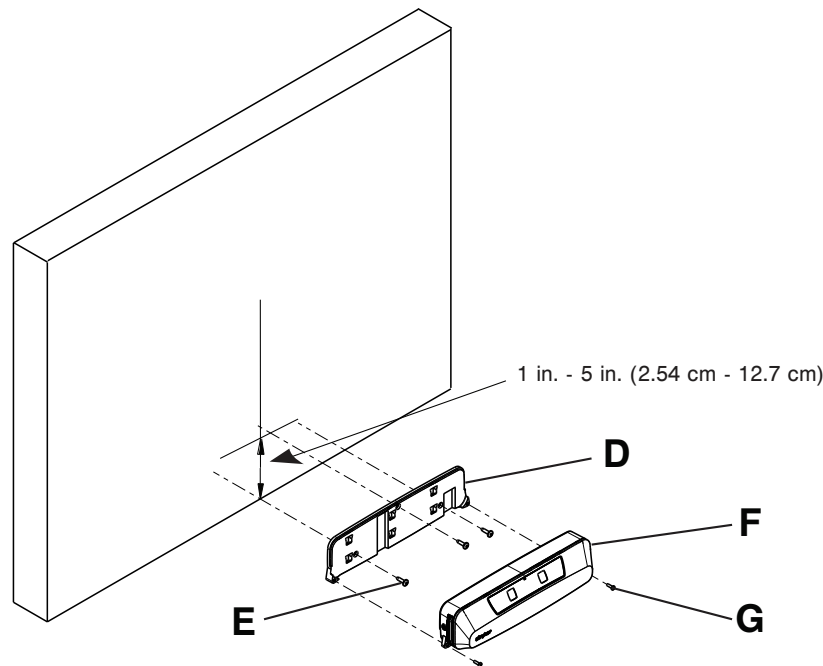

図3 - 取り付け仕様
5. 巻尺と鉛筆を使用してベッド位置の中心に印を付けます (垂直線) (図 3)。
6. 手順5で付けた垂直線に合わせて取り付け板を中心に配置し、取り付け板の底が床から最大1インチ (2.54 cm) 離れた位置になるように取り付けます (図3)。
7. 手順5と6で作成した基準マークに取り付け板 (D) を配置するときは、取り付け板 (D) の下端に水準器をあてがい、取り付け板 (D) の下端が水平であることを確認します (図3)。
8. 鉛筆で、取り付け板 (D) の3つのネジ穴の印を付けます。
9. 病院が提供する留め具 (E、同梱されていません) と適切なツールを使用して、取り付け板 (D) を壁に固定します (図3)。
10. Secure Connect (F) を取り付け板 (D) に取り付けます (図3)。
11. #2プラスドライバーを使用して、付属の2本のネジ (700001126359) (G) で、Secure Connect (F) を取り付け板 (D) に固定します (図3)。